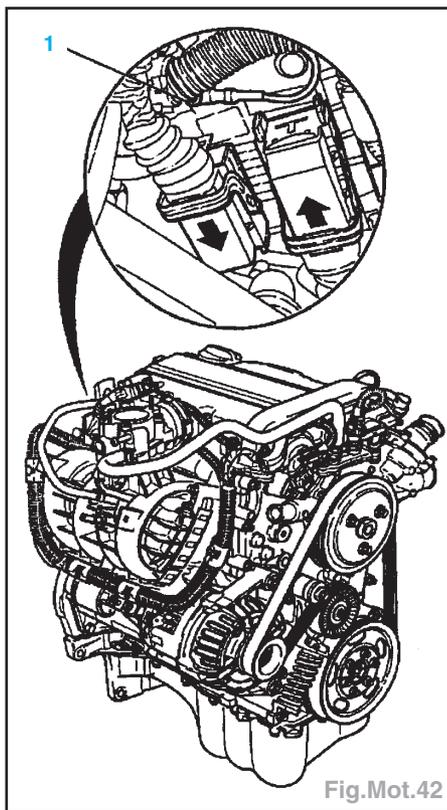

Fig.Mot.42
- Débrancher la fiche en déverrouillant dans le sens de la flèche et retirer la vis (1) du câble de masse (Fig.Mot.42).